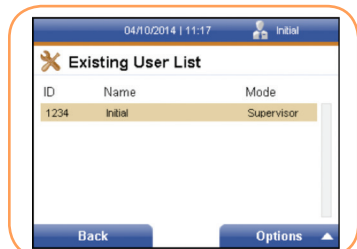

FIGURA 32
4. A continuación, pulse la tecla programable derecha para aceptar los cambios o la tecla programable izquierda para descartar los cambios. Se muestra la pantalla *Lista de usuarios existente* (Figura 32).